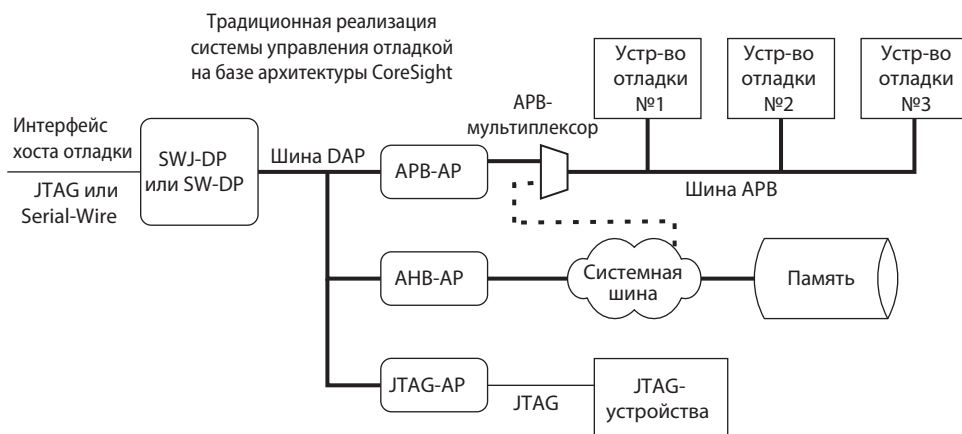

Рис. 15.2. Традиционная система отладки на базе технологии CoreSight.
- Компоненты отладки располагаются в системной области памяти, тогда как в системах со стандартной архитектурой CoreSight для управления компонентами отладки используется отдельная шина со своим адресным пространством. Пример системы, в которой применяется традиционная реализация архитектуры CoreSight, приведён на **Рис. 15.2**.